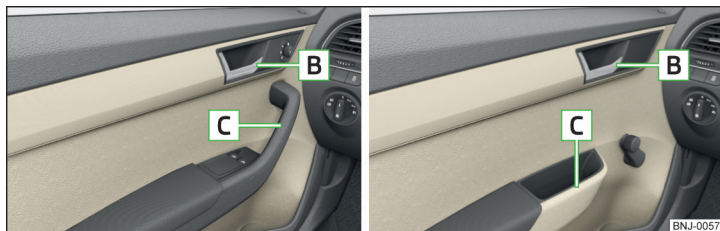

Fig. 34 Leva di apertura della porta - variante 1 / variante 2
- Per l'**apertura dall'interno** tirare la leva di apertura della porta **B** » fig. 34 e spingere la porta allontanandola da sé.